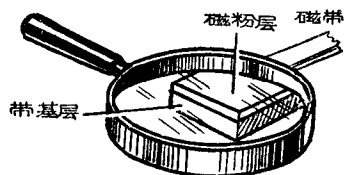

图 1-3 磁带
带基或纸带基的一面做成的。采用这种磁带的主要优点是：(1) 磁性氧化金属粉末容易制造，磁特性容易调整，性能稳定。(2) 磁层可以做得极薄，矫顽磁力约在 200—500 高斯之间，自去磁效应小。(3) 杂音小。(4) 磁带柔软，磁头磨损率小，并能与磁头良好接触。(5) 磁带可以作单道、双道或多道录音。(6) 磁带剪接方便，剪接后不影响录音音质。(7) 卷绕容易，不易乱卷。目前新型的磁带都是由磁粉层和基带两部分组成，见图 1-3。磁带的宽度在 6.25—6.35 毫米之间，总厚度是 0.06 毫米左右，其中磁粉层厚度约为 0.01—